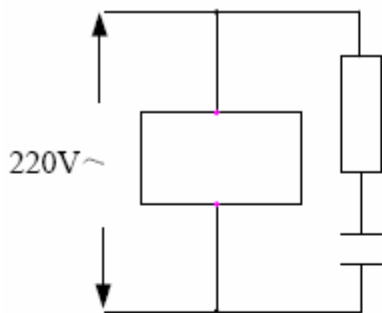
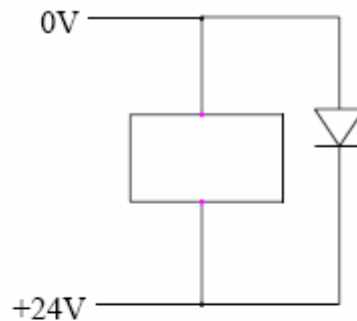
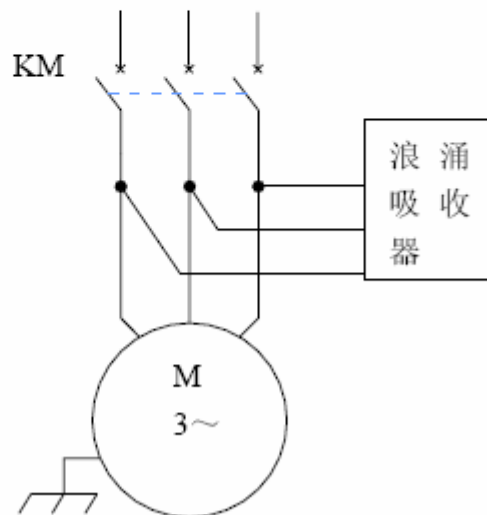

图 1-5
图 1-6
图 1-7
(1) CNC要远离产生干扰的设备（如变频器、交流接触器、静电发生器、高压发生器以及动力线路的分段装置等）。
(2) 要通过隔离变压器给CNC供电，安装CNC的机床必须接地，CNC和驱动器必须从接地点连接独立的接地线。
(3) 抑制干扰：在交流线圈两端并联RC回路(如图1-5)，RC回路安装时要尽可能靠近感性负载；在直流线圈的两端反向并联续流二极管(如图1-6)；在交流电机的绕组端并接浪涌吸收器(如图1-7)。